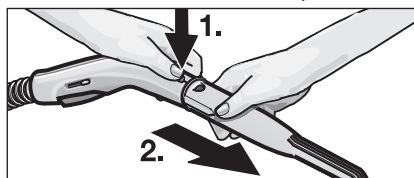

Рис. 2 Разделение насадок
- Для разделения насадок нажмите на кнопку разблокировки (B3 или F2) и снимите насадки друг с друга (см. рис. 2).